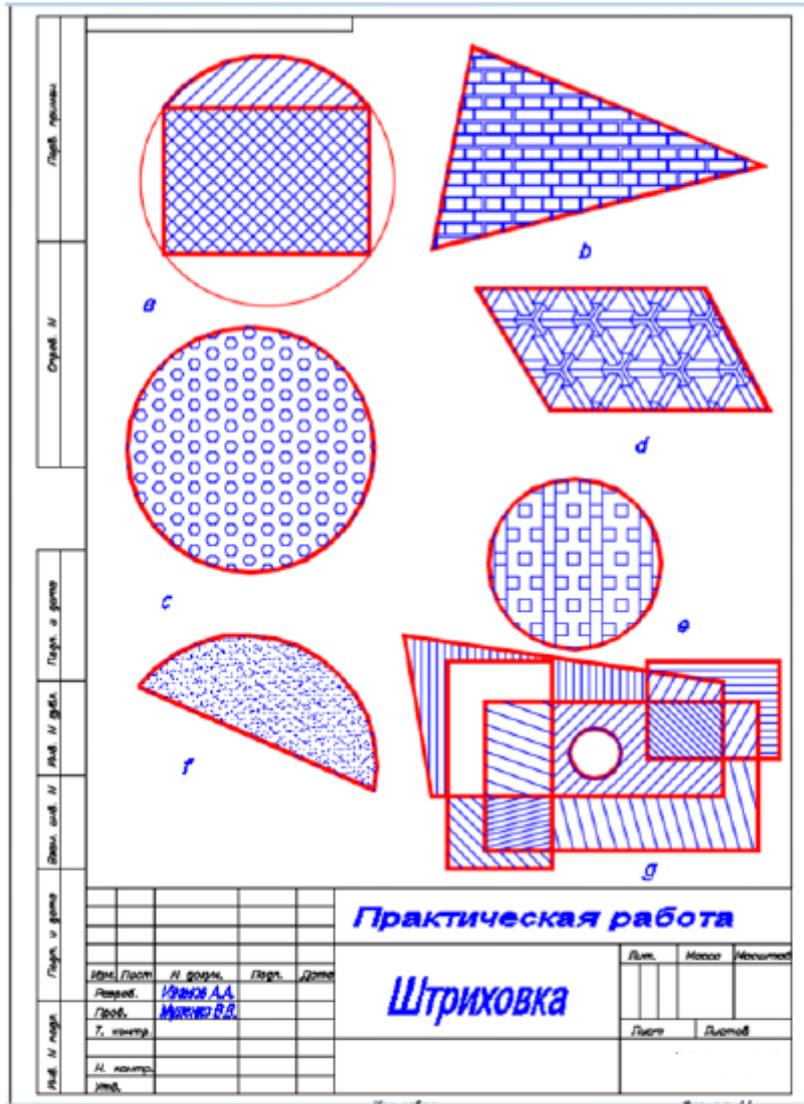

Рис. 4.
9. Постройте контуры для штриховки произвольных размеров согласно рис. 4.
11. Заштрихуйте прямоугольник (рис. 4а), используя в окне Штриховка и градиент "Тип" не "Стандартный", а "Из линий". Тогда нужно задать угол наклона линий штриховки и расстояние между ними в окнах "Угол" и "Интервал". Если требуется, поставьте флажок в окошке "Крест-накрест". После этого задайте контур штрихования и выполните команду.
12. Заштрихуйте остальные контуры чертежа (b, c, d, e, f) тип штрихования "Стандартный". Выбирайте образцы с типами штриховок, показанными на рис. 4. Трудность состоит в том, что вы должны задать масштаб штриховки. К выбору масштаба следует отнестись очень внимательно - если он слишком мал, то штриховка будет выглядеть сплошной заливкой, а если велик, то штриховка вообще не будет построена. Штриховка контура (g) на рис.4 сделана типом "Из линий". Заданы разные углы и интервалы.